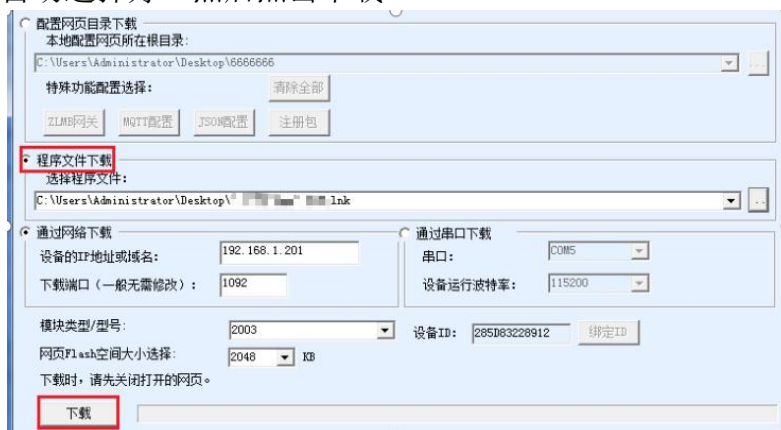

图 58 ZLAN5412H 固件升级方法
- 3 如图 58 所示，选择“程序文件下载”单选项。在程序文件中，选择固件文件。串口服务器的 IP 地址部分已经自动填写好，无需再写入，模块类型/型号已经自动选择好。然后点击下载。